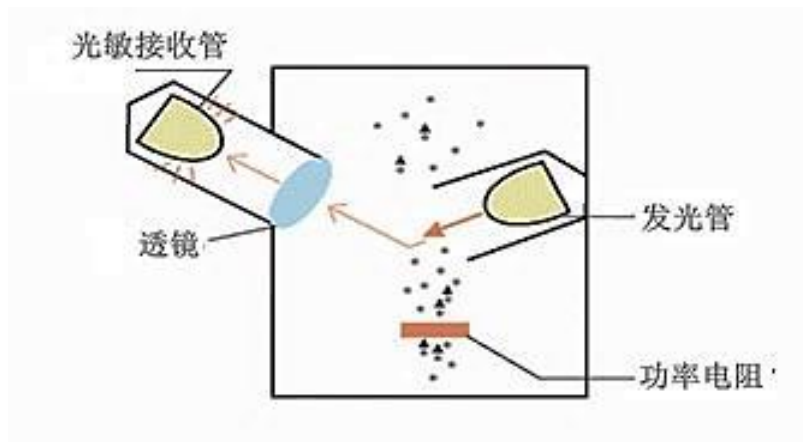

图3： 原理示意1
1.1. 必须垂直安装 由图 3 所示，功率电阻将空气加热，热空气上升带动外界气体进入光路并及时排除，错误的安装方式会使传感器读数异常。